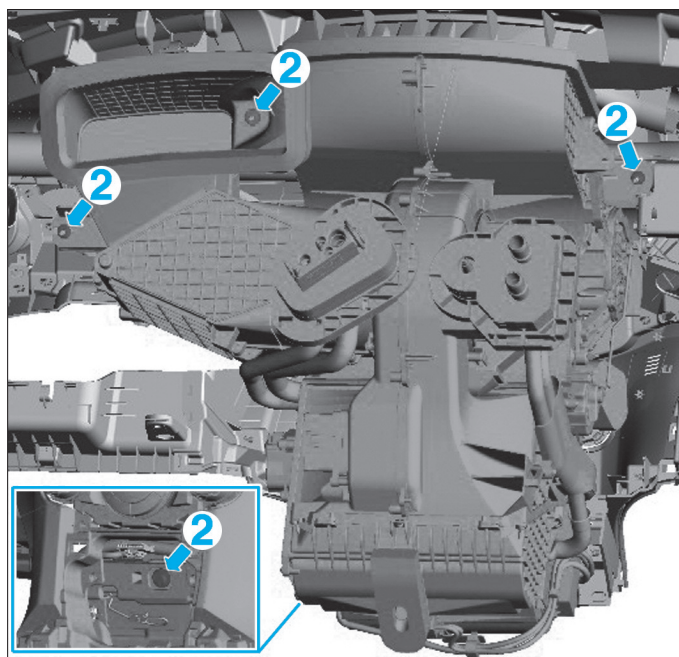

Fig. 16
- Déposer les fixations (2) (Fig.16).